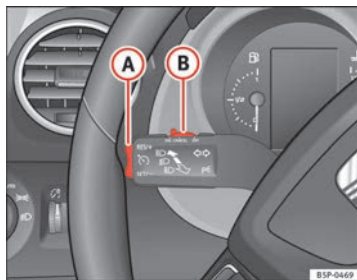

Fig. 153 Palanca de intermitentes y de luz de carretera: mando y tecla basculante para el regulador de velocidad
- Presione la parte superior de la tecla basculante **RES/+** ⇒ fig. 153 **A** para aumentar la velocidad. El vehículo acelerará mientras mantenga la tecla presionada. Al soltar la tecla quedará memorizada la nueva velocidad.
Si se reduce la velocidad programada pisando el pedal del freno, se desactiva el regulador de velocidad. Si quiere activar de nuevo el regulador, bastará con presionar una vez la parte superior de la tecla basculante **RES/+** ⇒ página 197, fig. 153 **A**.